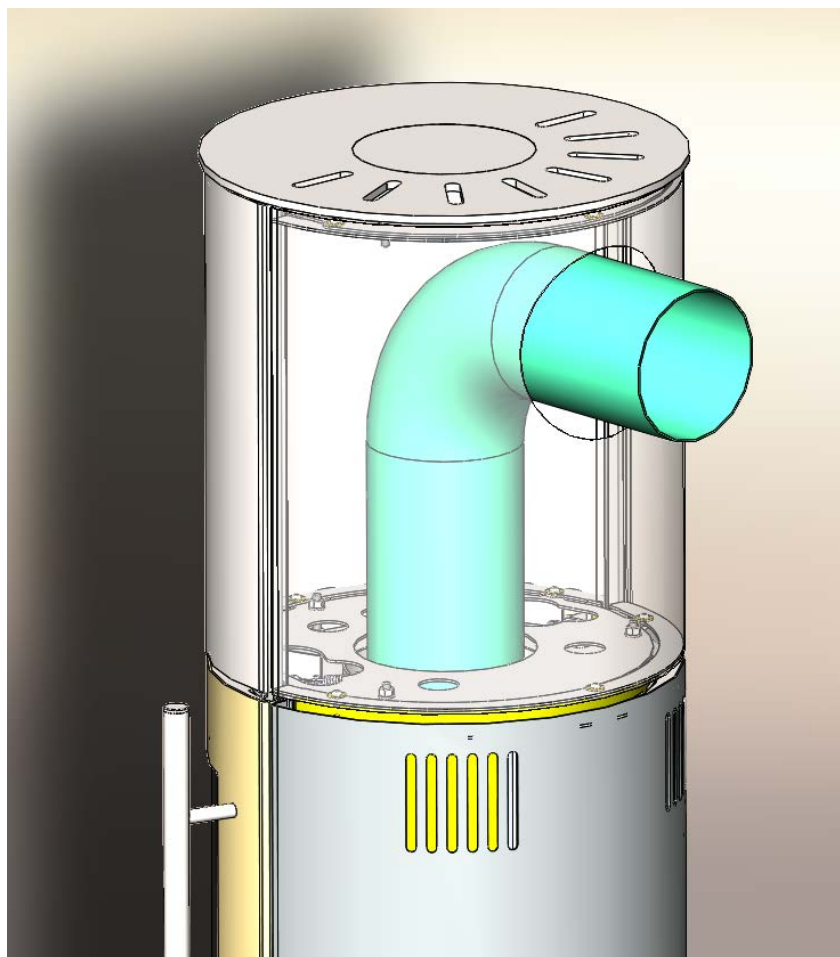

Abbildung 2 Installation des Rauchabzugsanschlusses
3. Abbildung 2 Austausch des Deckels am Boden des Kamins für den Außenluftanschluss	Seite 5
Der Kamin bietet die Möglichkeit, eine externe Luftzufuhr anzuschließen. Dafür wird ein flexibles Aluminiumrohr mit einem inneren Durchmesser von Ø150 und eine entsprechende Schelle benötigt. Die externe Luftzufuhr wird empfohlen, wenn sich der Kamin unter ungünstigen Betriebsbedingungen befindet (Tabelle 2), sowie zur Steigerung der Effizienz (Für einen ordnungsgemäßen Betrieb des Kamins ist eine Luftzufuhr erforderlich. Wenn Raumluft verwendet wird, muss das Fenster häufiger geöffnet werden). Die Anschlussdarstellung an die externe Luftzufuhr ist in Abbildung 2. , 3. und 4. zu sehen. Der Anschluss kann durch den Boden des Raumes oder durch die Wand erfolgen.